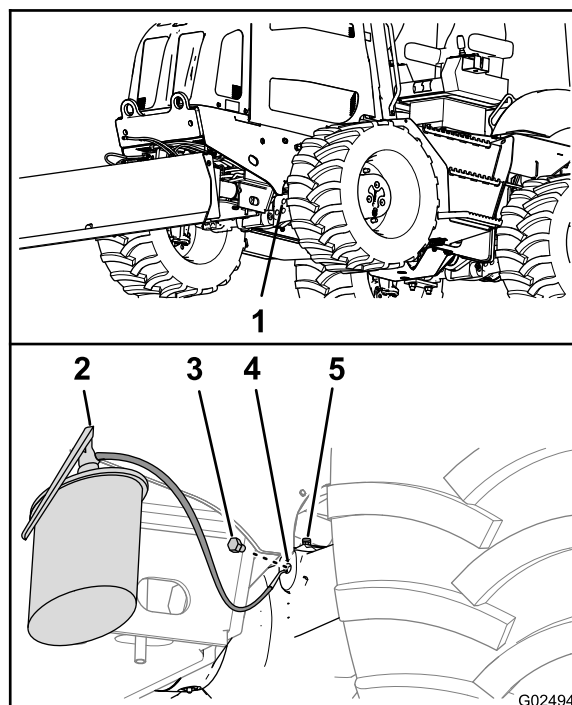
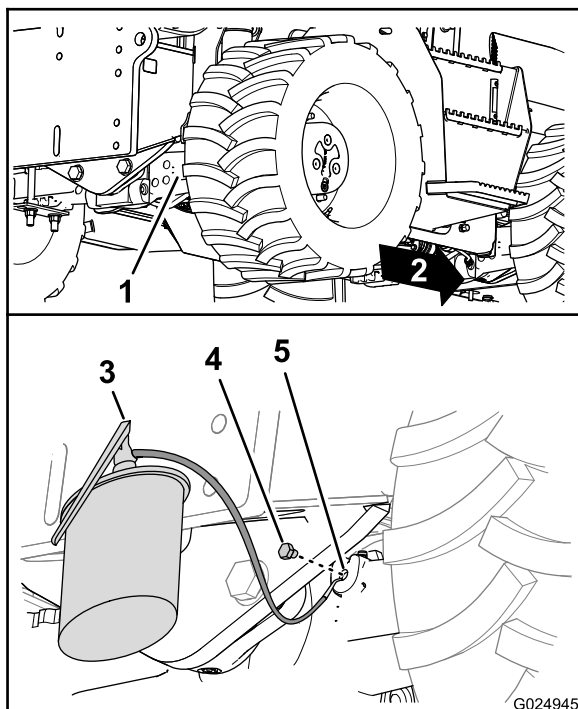

Рисунок 90
Рисунок 91
5. Установите пробки сливных отверстий в сливные отверстия картеров ведущих шестерен мостов (Рисунок 90 и Рисунок 91).
- Залейте масло указанного типа в мосты через смотровые отверстия, пока масло не будет на уровне резьбы в нижней части отверстия (Рисунок 90 и Рисунок 91).
- Заверните пробки в смотровые отверстия картеров ведущих шестерен мостов (Рисунок 90 и Рисунок 91).